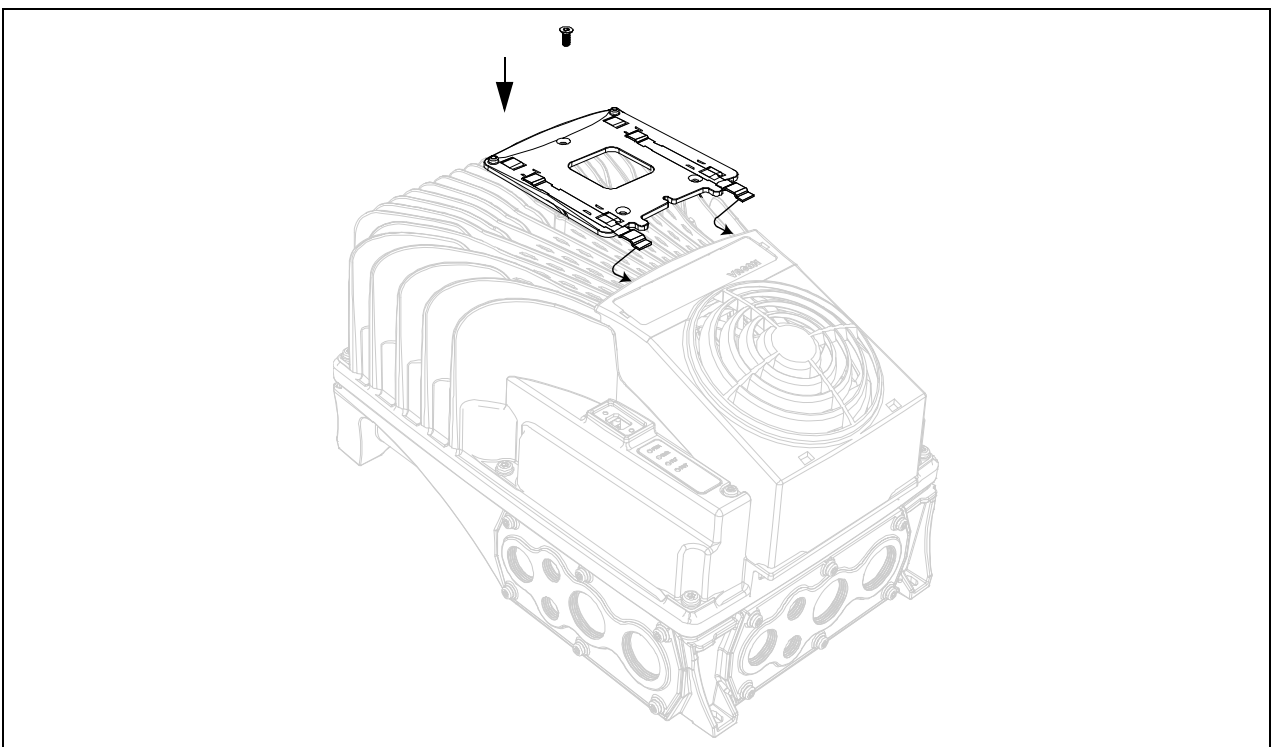

Abbildung 52. Installation des Steuertafelhalters am Powerhead.
- Montieren Sie den Steuertafelhalter, wie in Abbildung 52 gezeigt, mithilfe einer Schraube. Die Metallbleche des Steuertafelhalters müssen unterhalb des Lüfterhalters montiert werden, siehe hierzu die nachstehenden Abbildungen.